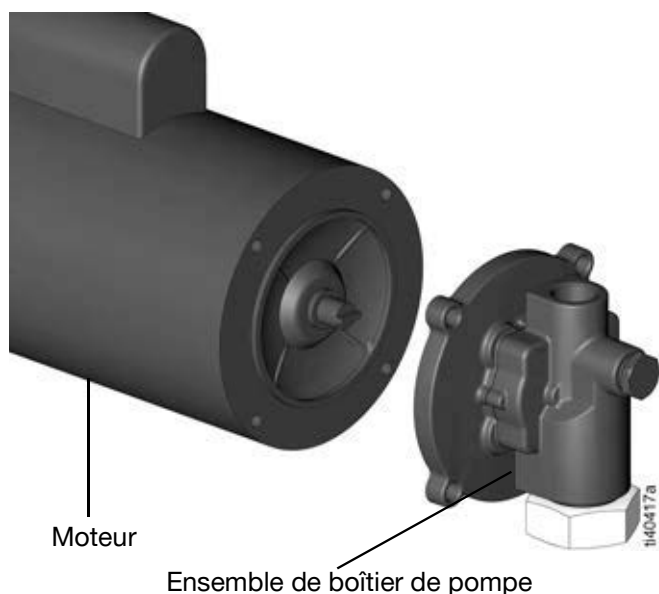

FIG. 4
- Retirez l'ensemble de boîtier de pompe du moteur (FIG. 4).